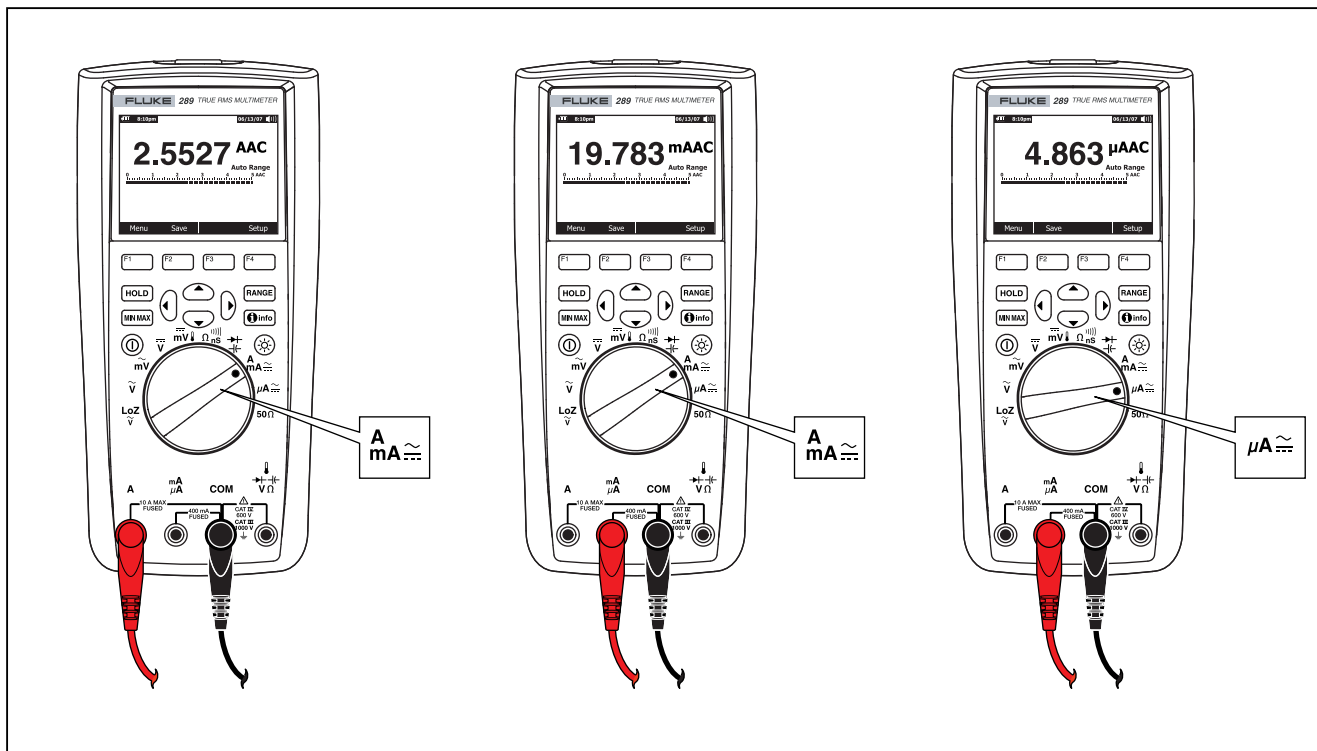

Рисунок 21. Настройка для измерения тока
3. Если используется клемма **A**, установите поворотный переключатель в $\overset{\text{A}}{\text{mA}} \approx$. Если используется клемма **mA/μA**, установите поворотный переключатель в положение $\overset{\text{mA}}{\mu\text{A}} \approx$ для токов ниже 5 000 μА (мкА) (5 мА) или в положение $\overset{\text{mA}}{\text{A}} \approx$ для токов выше 5 000 мкА. См. рисунок 21 для получения информации по подключениям испытательных концов и выбору функций. Обратитесь к разделу "Функция Input Alert" для получения информации по предупреждениям, которые использует измеритель, когда концы при измерении тока подключены неправильно.